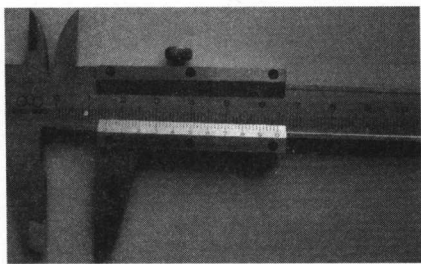

图 1-3 用游标卡尺测量工件后所得的数据
3. 以0.02mm精度的普通游标卡尺为例，现测得一工件尺寸如图1-3所示。